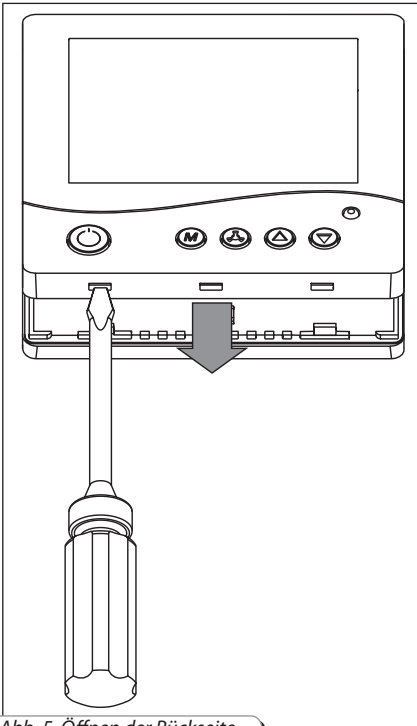

Abb. 5. Öffnen der Rückseite
- Die Verschlüsse auf der Rückseite des Bedienfeldes mit einem Schraubenzieher durch die Zugangslöcher vorsichtig öffnen, Abb. 5.
Zugangslöcher vorsichtig öffnen, Abb. 5.